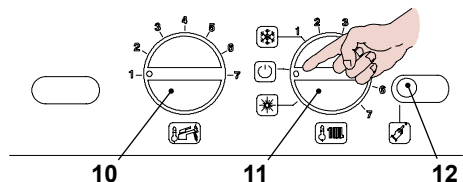

Fig. 5.42
- Per uscire dalla programmazione posizionare il selettore di funzione / manopola regolazione temperatura riscaldamento 11 come indicato in Fig. 5.42.